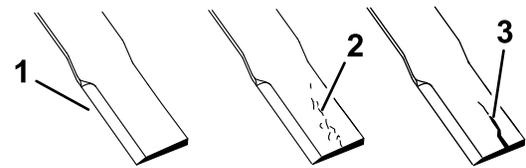

Bild 36
1. Untersuchen Sie die Schnittkanten (Bild 36).
4. Wenn Sie Rissbildung oder Verschleiß feststellen, sollten Sie sofort ein neues Schnittmesser einbauen (Bild 36).